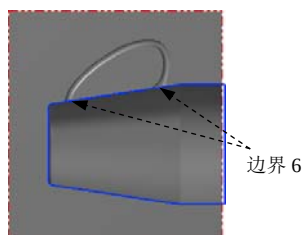

图 21.35 绘制边界 6
Step6. 绘制边界 6。参照 Step3 的操作方法，绘制图 21.35 所示的直线。